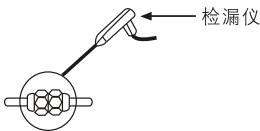

图36
- 3 在接口处用检漏仪或者肥皂水来检查是否有泄漏。（如图36）
- 4 用⑬塑料绝缘带把铜管和连接电缆包起来。